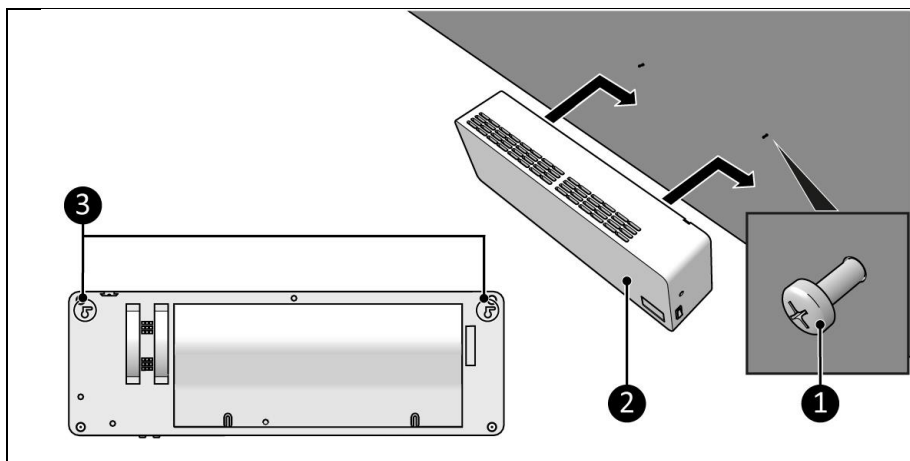

Figura 8
7. Așezați dispozitivul cu găurile de montare (Figura 8, poz. 3) peste șuruburi (Figura 8, poz. 1).
8. Glišați dispozitivul (Figura 8, poz. 2) în jos și spre dreapta.